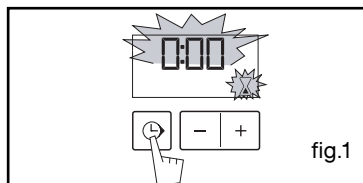

fig.1
- Appuyez sur la touche "⌚" (fig.1) jusqu'à faire clignoter le symbole minuterie